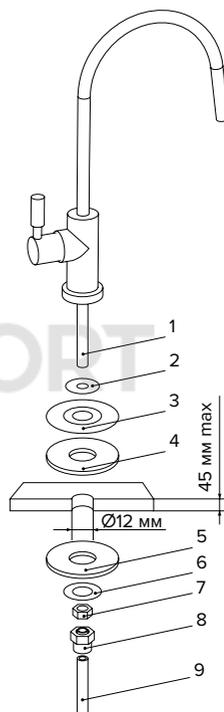

Рис. 7. Схема установки крана для чистой воды
## Установка крана для чистой воды\* (рис. 7)
- Установите одну щелевую вставку в трубку JG 3/8" как показано на рис. 7 и подсоедините данный конец трубки к водоочистителю.